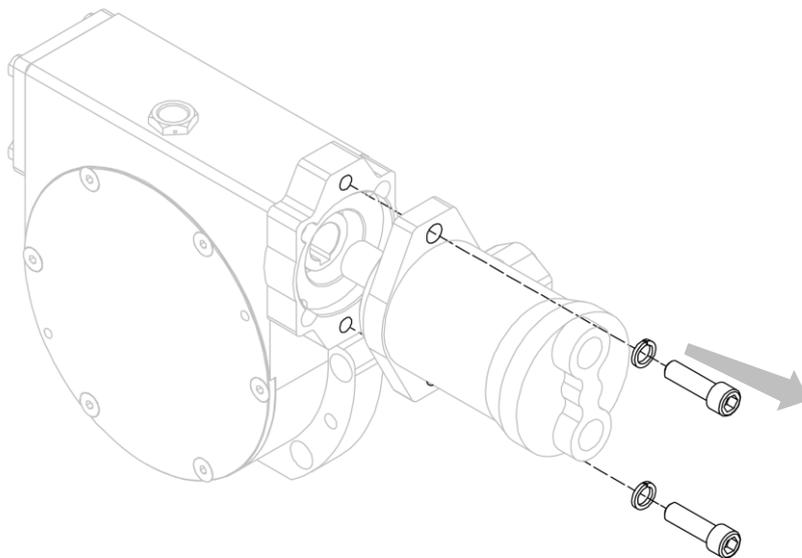

Figura 37
4. Separar el motor del reductor, después de haber quitado los correspondientes tornillos que lo constriñen (mira *Figura 37*).